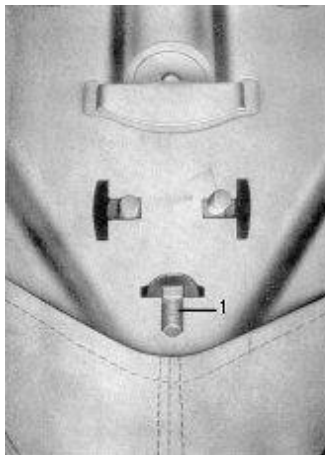

Bild 2
3. Stütze **2** an der Bodenplatte mittels der eingefädelten Flachrundschrauben und der beigegebenen Muttern und Federscheiben befestigen. **Abb. 2.**